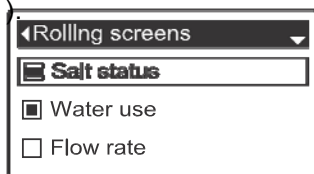

РИС. 41
5. Нажать кнопку ВЫБОР (O) для отображения меню **Прокручивающиеся экраны** (См. Рисунок 41).